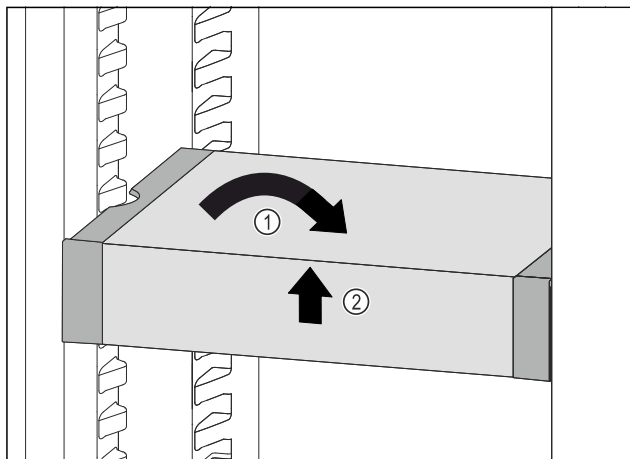

Fig. 110
- Plasser VarioSafe rett. Fig. 110 (1)
- Løft VarioSafe opp i forkant. Fig. 110 (2)